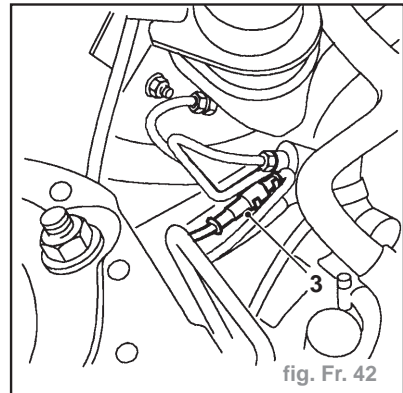

fig. Fr. 42
- Dégager la fiche multibroches (3) de capteur de l'attache de caisse et débrancher la fiche multibroches (fig. Fr. 42).